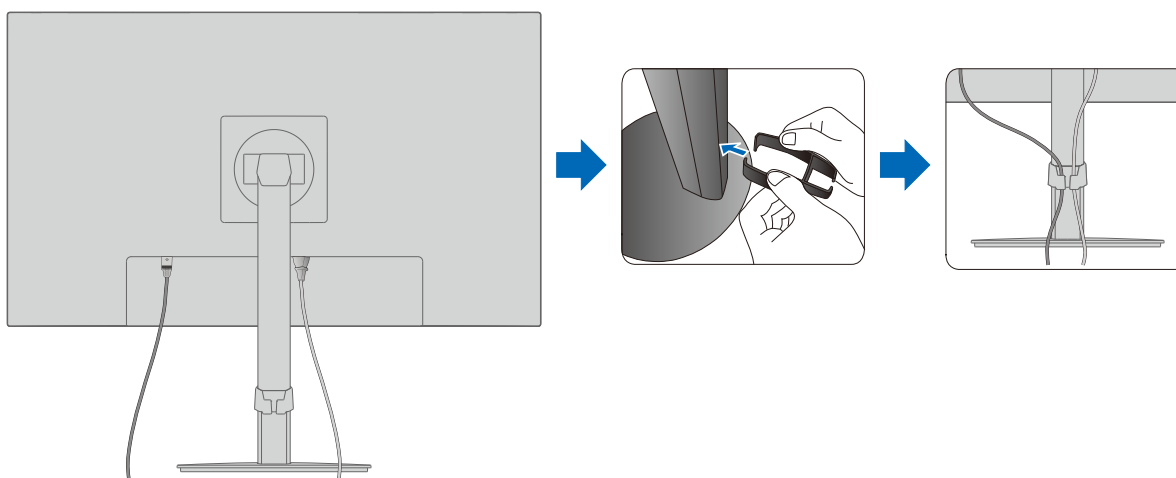

Figura 4
3. Posizionare il supporto cavi sul supporto (**Figura 4**).